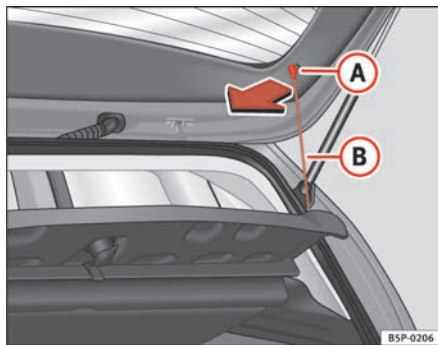

Abb. 123 Hutablage
- Hängen Sie die Streben $\Rightarrow$ Abb. 123 **B** aus den Aufnahmen **A** aus.